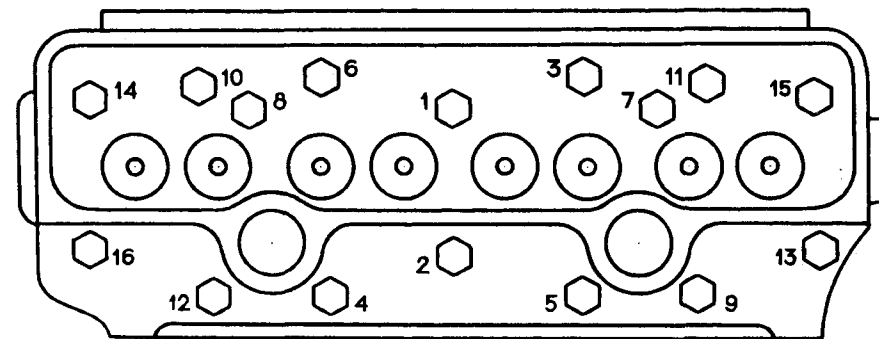

Рис. 7.1. Схема последовательности затяжки болтов крепления головки цилиндров
**Головка** крепится к блоку цилиндров с помощью 16-ти болтов. Подтяжку осуществлять на прогретом двигателе в порядке, указанном на рис. 7.1.